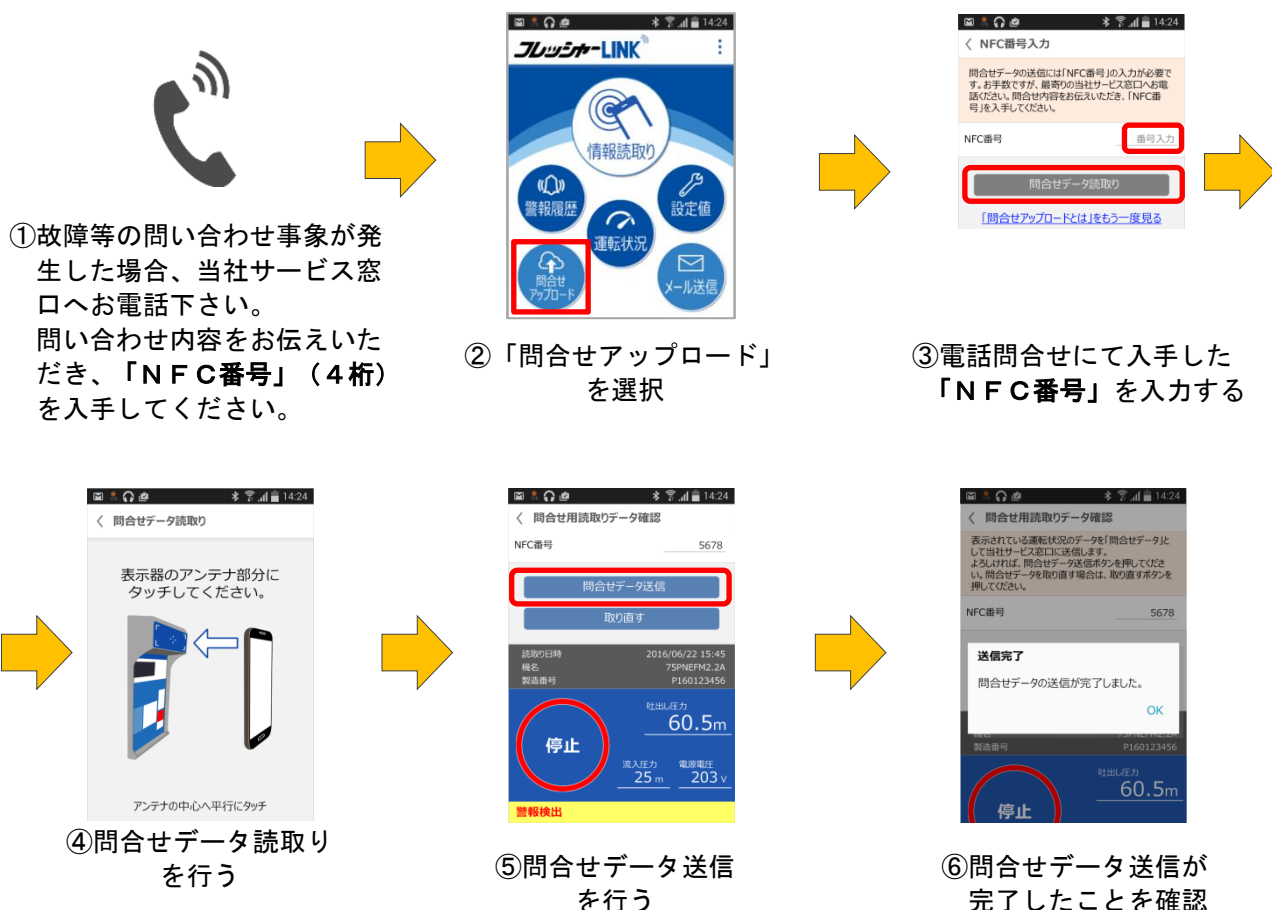

図 20 問合せアップロード
問合せアップロードは図 20 の①～⑥の手順で行ってください。